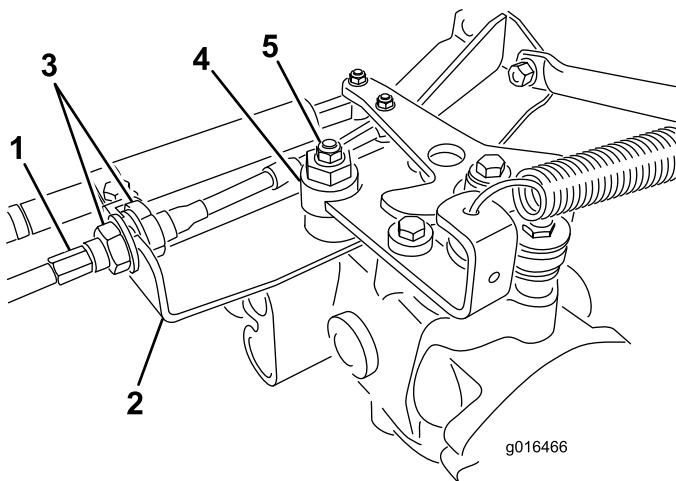

Figura 42
- A. Liberte as porcas que fixam o cabo de tracção ao anteparo do hidróstato (Figura 42). Certifique-se de que as porcas se encontram soltas de forma idêntica, de modo a permitir a operação de ajuste.
- B. Liberte a porca que fixa o disco excêntrico ao círculo do hidróstato (Figura 42).
- D. Rode o disco excêntrico até eliminar a deslocação em qualquer um dos sentidos. Quando a roda deixar de rodar, aperte a porca, bloqueando deste modo o disco excêntrico e fixando a posição de ajuste (Figura 42). Verifique se o ajuste é o
- E. Aperte **uniformemente** as porcas que se encontram em cada um dos lados do anteparo, fixando deste modo o cabo de tracção ao anteparo (Figura 42). Não rode o cabo.